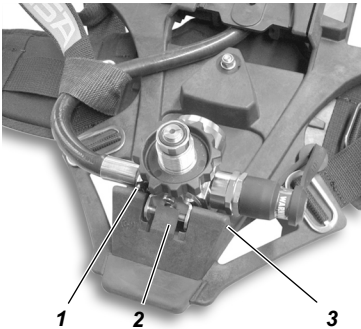
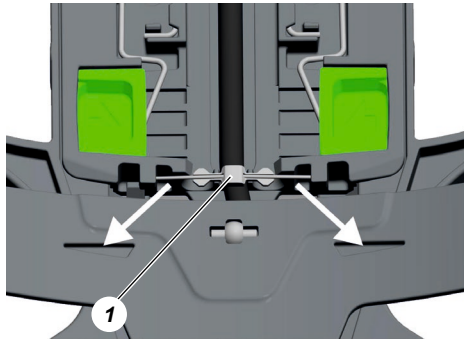

Abb. 19 Druckminderer entfernen
Abb. 20 Schlauch entfernen
- (4) Schulterpolster in den seitlichen Führungsschlitzen der Verstellplatte in unterste Position schieben, Knöpfe leicht nach außen anwinkeln und aus der Führung herausnehmen.
- (5) Schulter- und Hüftgurte aus der Trageplatte ausknöpfen.
- (6) Arretierstift (→ Abb. 20) der Mehrkammerleitung schräg nach unten drücken und entfernen.
- (7) Gleiches auf der anderen Seite der Trageplatte vornehmen.
- (8) Mehrkammerleitung aus der Führung auf der Trageplatte herausnehmen.
- (9) Achse (3) in Halterung des Druckminderers herausdrücken (→ Abb. 19).
- (10) Druckminderer von der Trageplatte entfernen, dabei die Rastfeder (2) **nicht** hoch drücken.